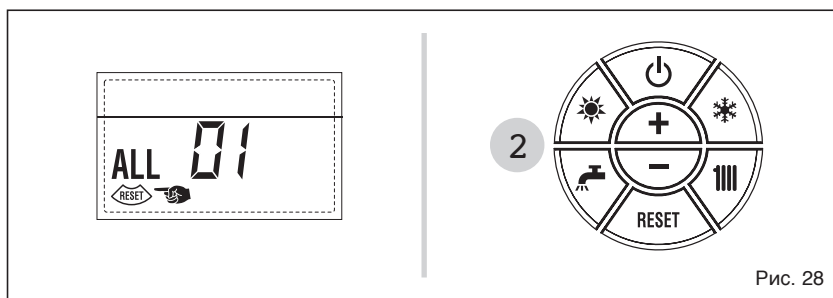

Рис. 28
– ALL 01 (Рис. 28)
– **ALL 02 (Рис. 28/a)**